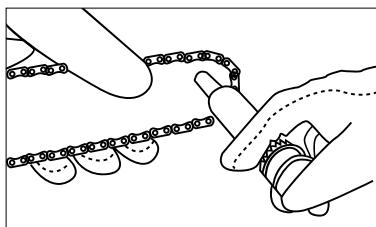

Abb. 28
3. Führen Sie die nagelähnliche Düse der Spritze in die Schmieröffnung ein und füllen Sie Schmierfett ein, bis es an den Außenrand des Kettenzahnrad s austritt (Abb. 28).